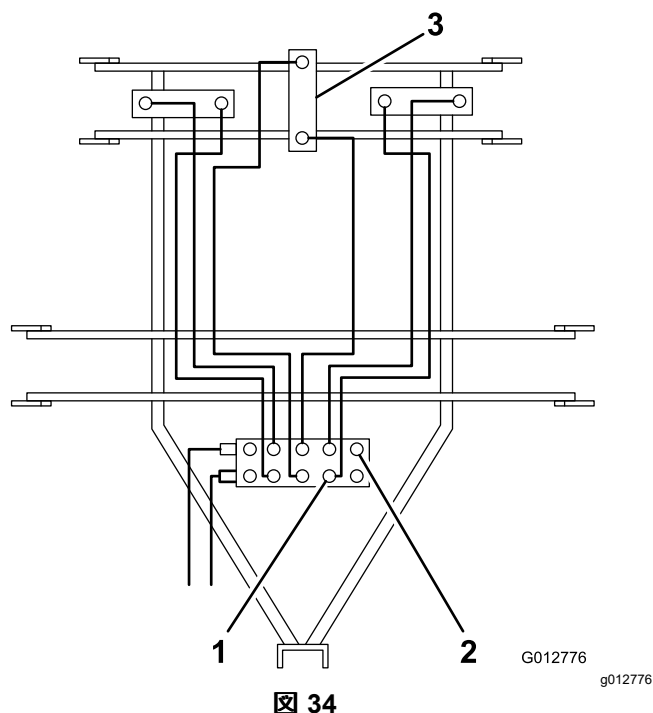

図 34
4. コントロールバルブの前列A 列に接続されている油圧ホースを外す 図 34。各ホースをドレンパンに入れ、その後に元通りにバルブに接続する。
5. コントロールバルブの後列B 列に接続されている油圧ホースを外す 図 34。各昇降アームを注意深く手で引き下げると、シリンダ内部に入っている油圧オイルが押し出されてくるので、これをドレンパンに受ける。各ホースを制御バルブに接続する。